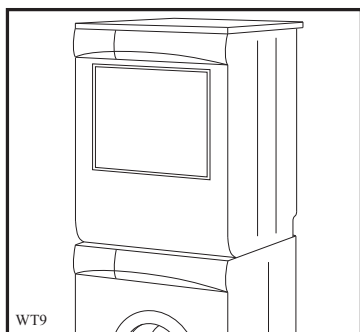

Fig 5
- Modeller utan sockel (fig. 5 och 6);